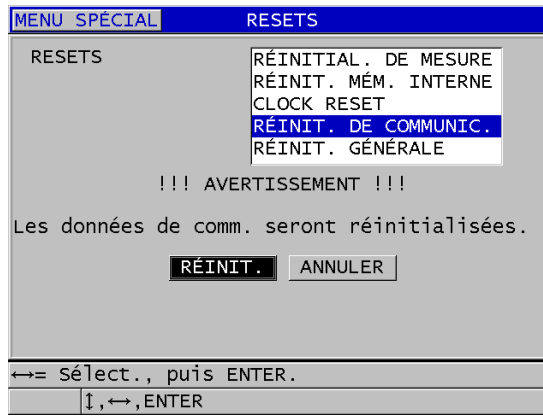

Figure 14-10 Sélection du paramètre **RÉINIT. DE COMMUNICATION**
3. Dans l'écran **RESETS**, faites ce qui suit (voir la Figure 14-10 à la page 290) :